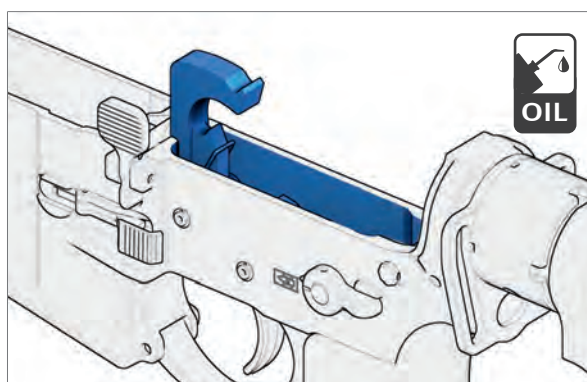

Abb. 114: Schmierstellen des Gehäuseunterteils
3. Schmierstellen des Gehäuseunterteils einölen (Abb. 114).